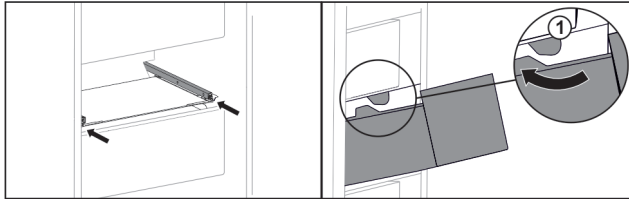

Fig. 136
- ▶ Lirka utdragslåda runt stopplackarna Fig. 136 (1).